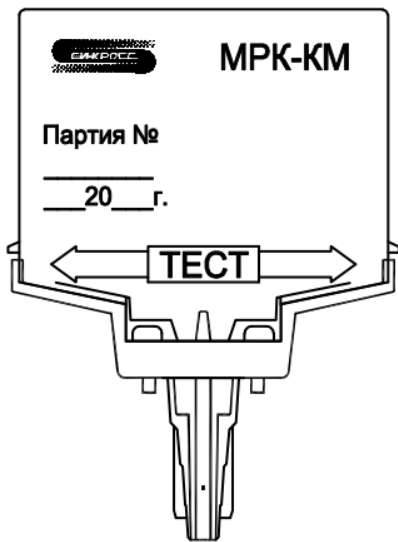

Рис.1 Внешний вид модуля
1.3. Внешний вид модуля показан на рис.1.
Модуль представляет собой печатные платы, расположенные в пластиковом корпусе(рис.1). Установка модуля производится в специальный клеммник, закрепленный на DIN-рейке.